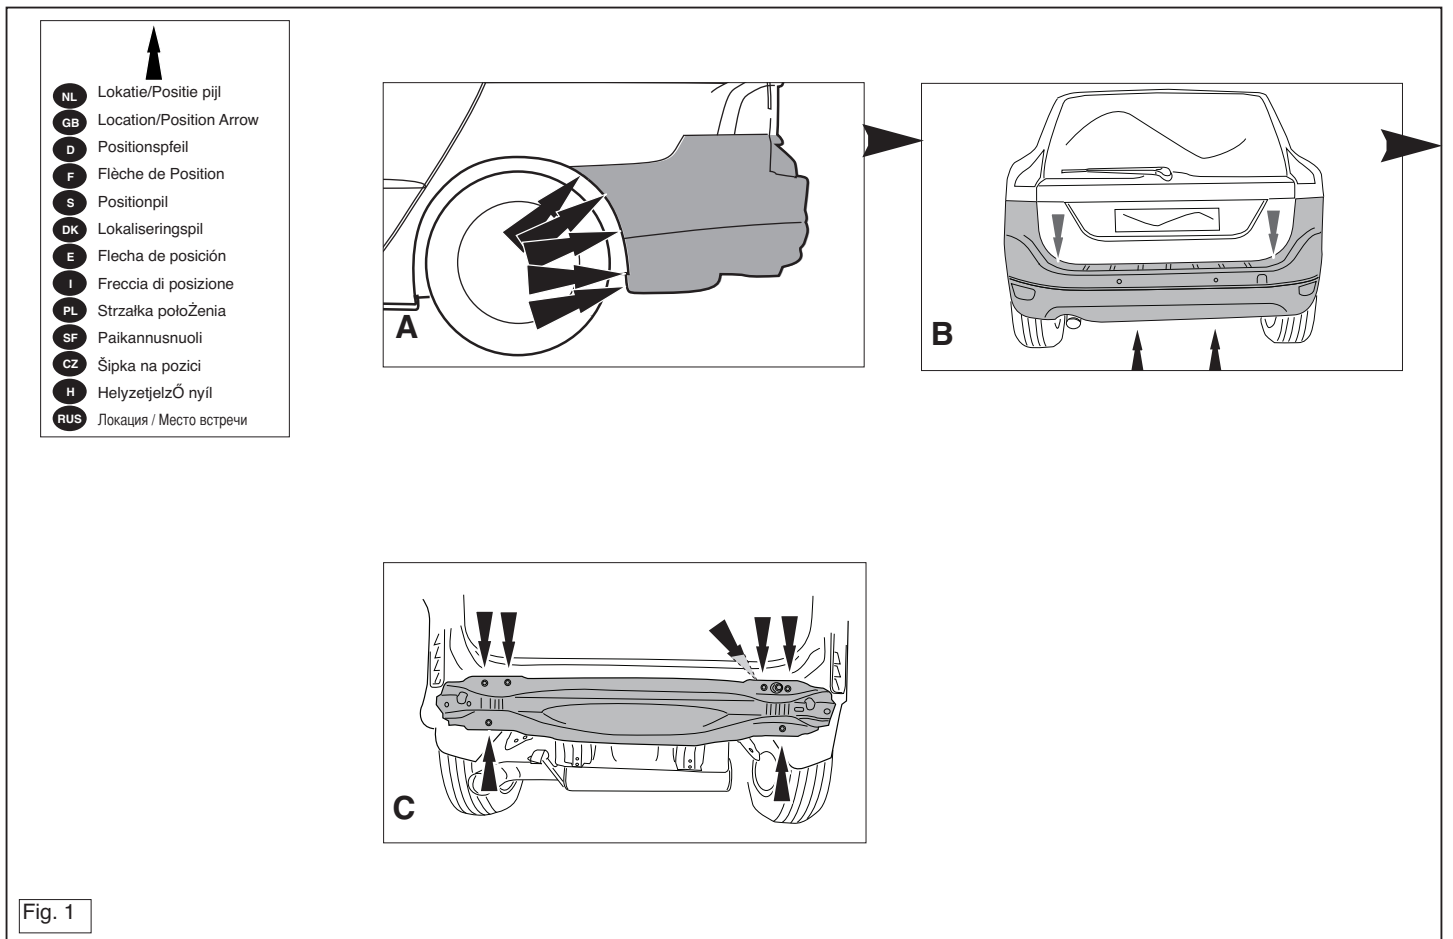

Fig. 1
1. Снять бампер вместе со стальным буферным бруском автомобиля. (См. рисунок 1).
1. Remove the bumper and the steel buffer beam from the vehicle. See figure 1.
1. Die Stoßstange einschließlich des stählernen Stoßbalkens vom Fahrzeug abmontieren. Siehe Abbildung 1.